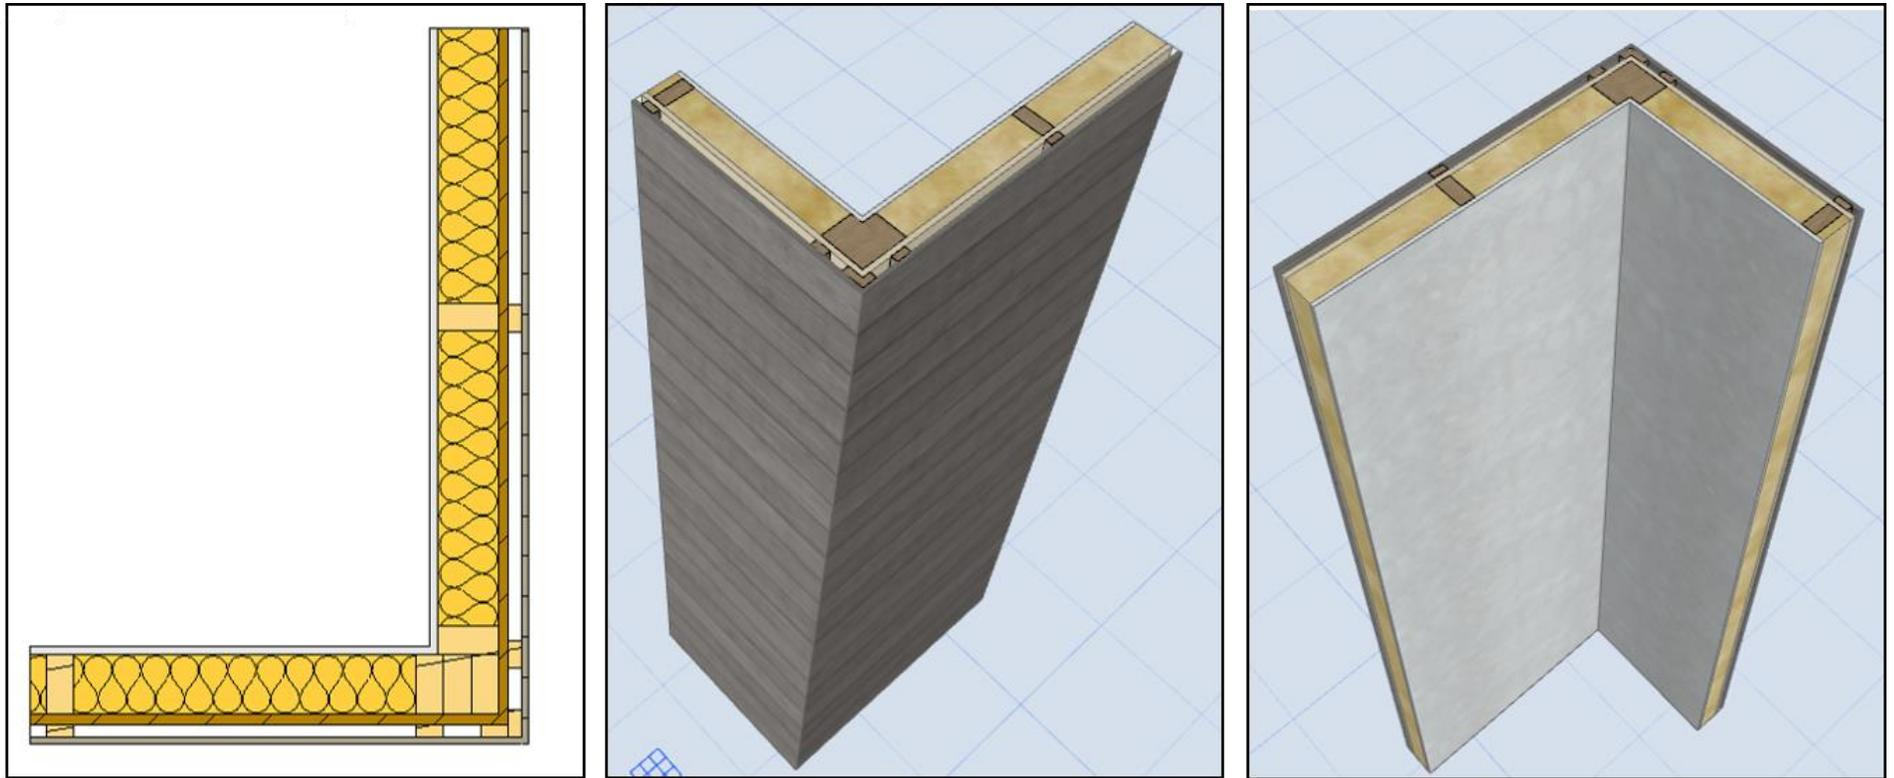

**Fig. 21**
- E. Haga clic en uno de sus puntos (4) y con el cursor arrastrar hasta posicionarlo dentro del núcleo del muro (5). (*Fig. 21*)
- H. Una vez posicionado todos los elementos obtendrá un resultado similar al que se muestra en la *Fig. 21* (6).